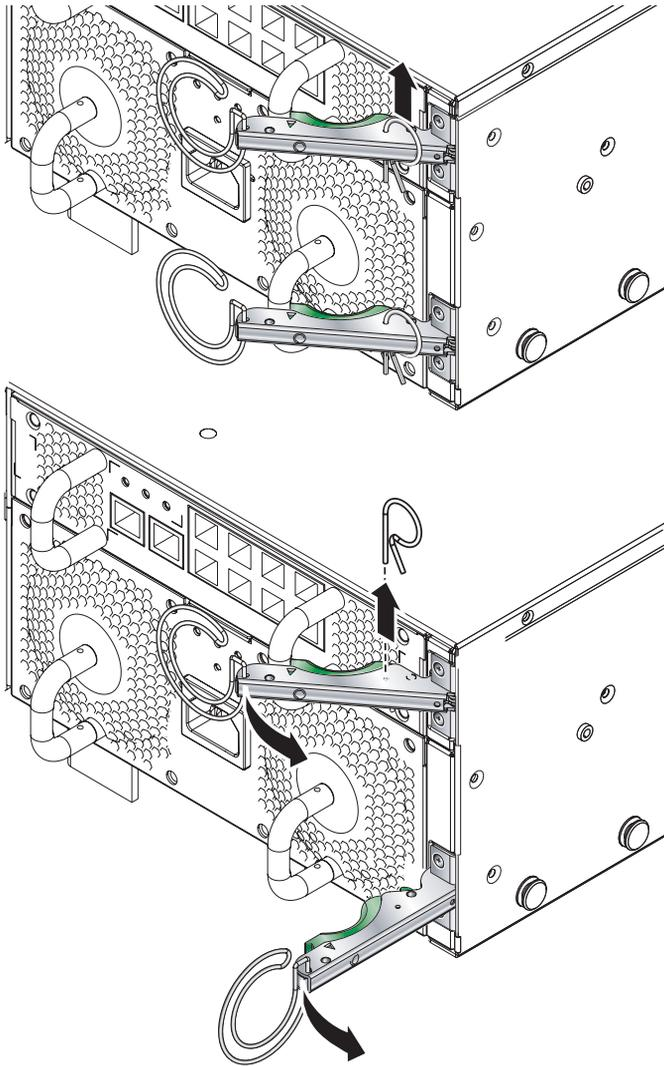

FIGURE 3-9 Retrait des broches de retenue des modules
2. Retirez les broches de retenue des modules (FIGURE 3-9).